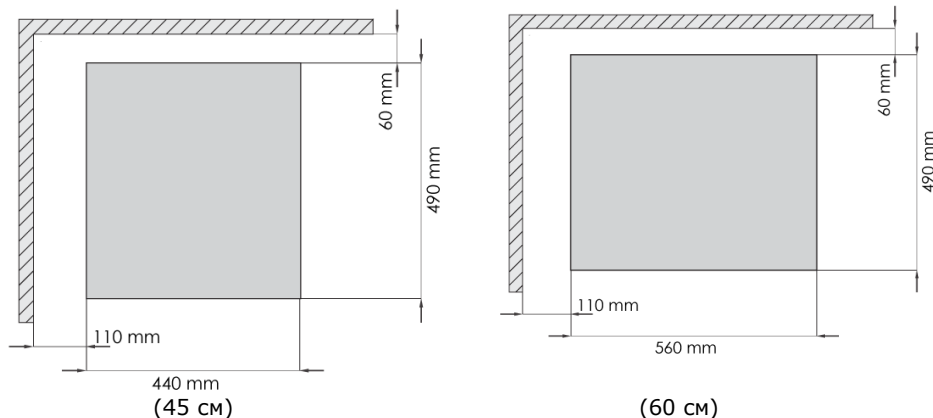

РИСУНОК 4.
- Между варочной панелью и стенками столешницы следует оставлять безопасное расстояние (рис. 4).
- Отверстие, которое необходимо предусмотреть для варочной панели на столешнице, должно соответствовать рис. 4.